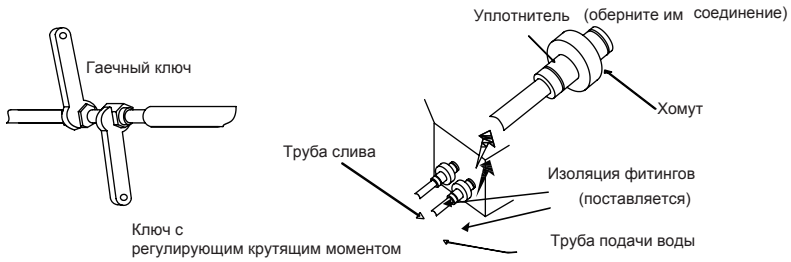

Рис.10,11
- (1) При подсоединении/отсоединении трубопроводов от устройства обязательно используйте два ключа, один из которых должен быть с регулирующим крутящим моментом, как показано на рисунке.
- (2) При затяжке фланцевых гаек смажьте фланец снаружи и внутри маслом от холодильного агрегата и первоначально проверните вручную на 3 или 4 оборота.
- (3) После подсоединения включите водяной насос и проверьте его на воздухоустойчивость.
- (4) Изолируйте трубу, как показано на Рис.10
- (5) Используйте уплотнители (12) для обертывания соединений газовых труб и изоляции (10).